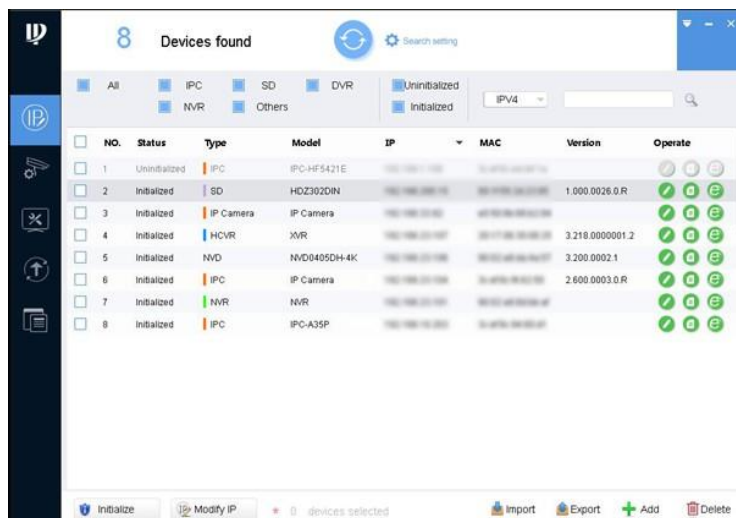

Figura 2-1 Modificación de la interfaz IP
Se mostrará la interfaz Modificar IP. Consulte la Figura 2-1.
10. Haga clic en Finalizar. El estado del dispositivo en la interfaz Modificar IP (Figura 2-1) cambia a Inicializado.